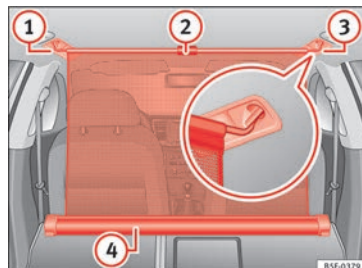

Bild 170 I bagageutrymmet: Nätavdelningen hakas fast i baksätets ryggstöd.
- Dra upp handtaget » **bild 170 2** för att dra nätet ur fodralet » **bild 170 4**.
- Krok i avdelningsnätet på den högra sidan » **bild 170 3** (förstorad bild).
- Krok i avdelningsnätet i höljet till vänster » **bild 170 1** som drar stängan.
Avdelningsnätet monteras ordentligt när de T-formade ändarna är säkert inpassade i motsvarande höljen » bild 170 ③ och ①.
- Rulla upp nätet i huset » bild 170 ④ genom att sänka det med handen.